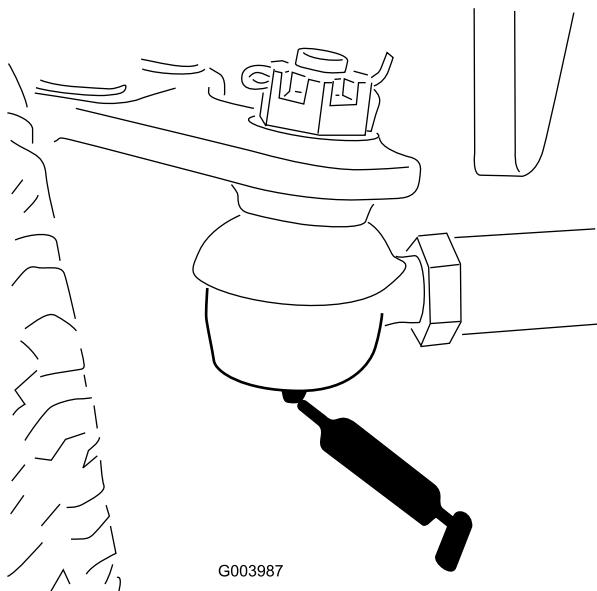

Figure 54
- Biellette d'essieu arrière (2) (Figure 54).